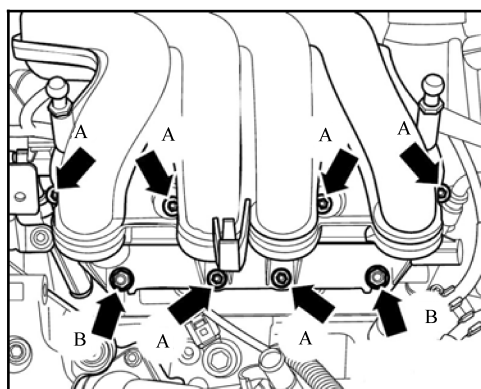

图 5-13 拆下进气歧管
13) 旋出进气歧管的连接螺栓 (箭头 A) 和螺母 (箭头 B), 如图 5-13 所示。
① 更换进气歧管和气缸盖之间的密封环。
② 更换喷油阀和进气歧管之间的密封环, 并用干净的机油略微浸润。
③ 将燃油分配器与喷油阀插到进气歧管上并均匀压入。